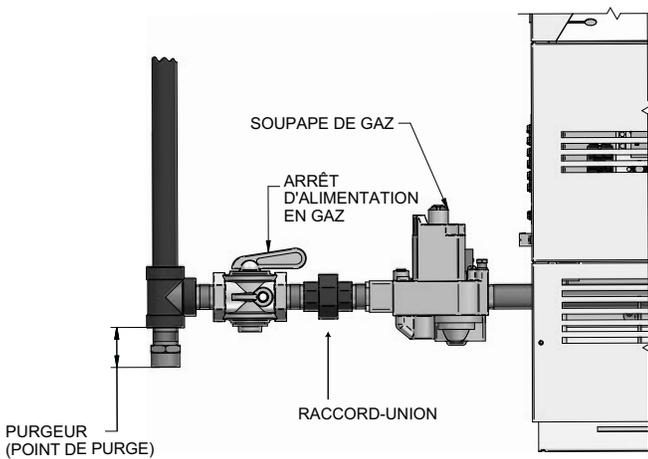

Figure 3-1_Raccord de conduite de gaz
3. Pour faciliter l'entretien, on suggère d'installer un raccord union, voir la figure 3-1 à la page 22.
5. Un purgeur (point de purge) **DOIT** être fourni par l'installateur à l'entrée du raccordement de gaz à l'appareil, voir la Fig. 3-1 à la page 22.
Toutes les canalisations de gaz doivent être faites avec des joints résistants à l'action du pétrole liquéfié et du gaz naturel. Toute la tuyauterie doit être conforme aux codes locaux. Les installations des conduites doivent respecter les normes et les pratiques approuvées. Pour une installation type, consultez la figure 3-1.